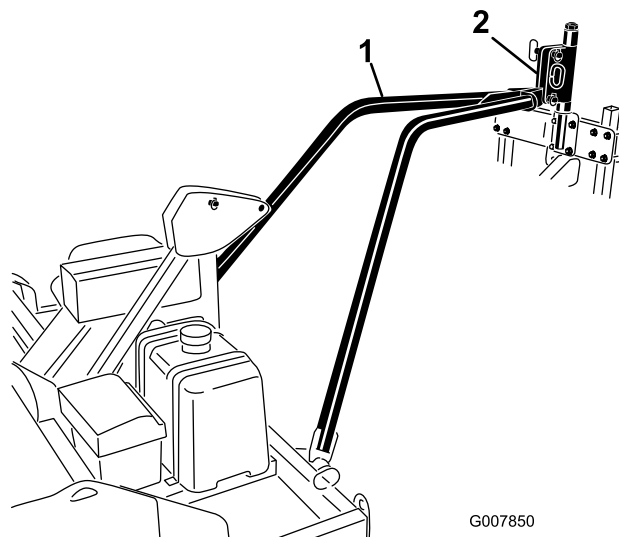

Рисунок 13
4. Снимите стяжку или канат и опустите сцепную пластину буксировочного кронштейна в шарнир сцепки аэратора (Рисунок 13).